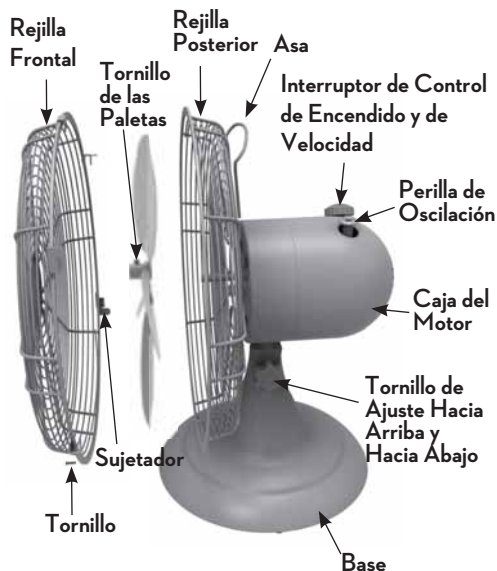

Figura 15
2. Desmonte las parrillas quitando cuidadosamente el tornillo de la parte inferior de la parrilla. Vea la Figura 15.